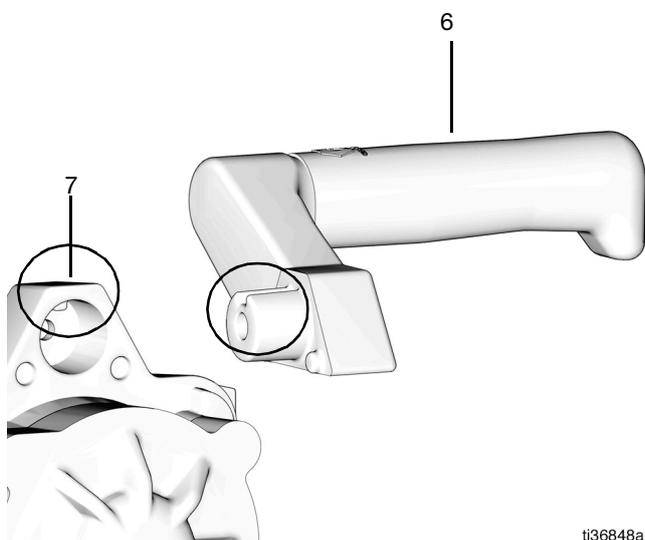

FIG. 12
12. Alignez la fente de la poignée sur la clavette dans l'orifice situé à l'arrière de la pompe (7), puis placez la poignée (6) dans l'orifice et la clavette (FIG. 12).